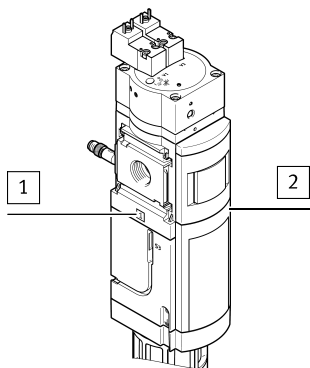

Fig. 8 Направление потока
- Соблюдайте направление потока из канала 1 в канал 2. Ориентирами служат цифры 1 и 2 на корпусе → Fig.8.